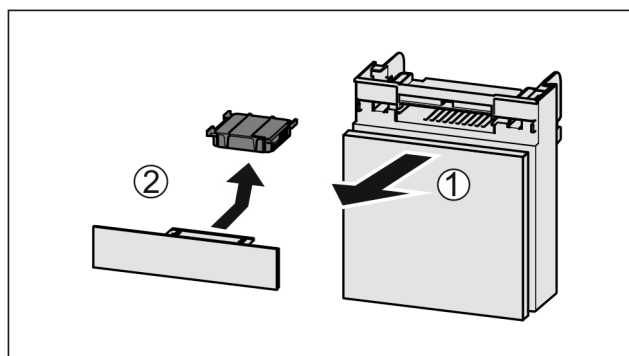

Fig. 170
- Fach nach vorne herausziehen Fig. 170 (1).
- Aktivkohlefilter entnehmen Fig. 170 (2).